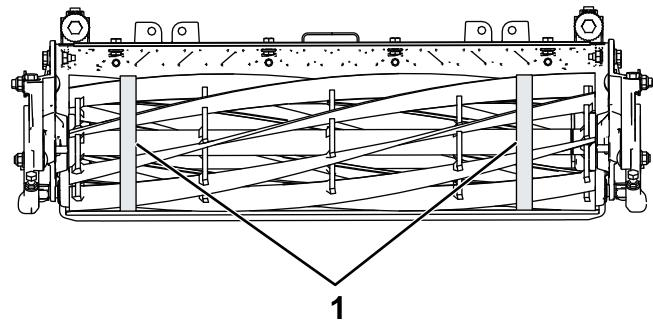

図 35
3. リール外径測定用テープを使用して、リールの左右両端での直径を測定する **図 35** 左右の測定値の差が 0.250 mm 未満であれば適正とする。差がこれよりも大きい場合には、研磨を行って真の円筒に戻す。